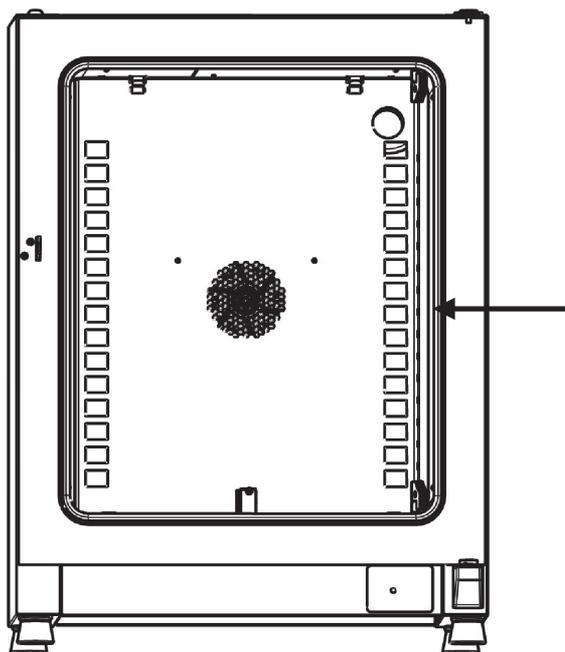

图 10-1 更换门密封件
2. 从门的铰链一侧开始，将新的密封件的一端安装到图 10-1 中所示的箭头位置。